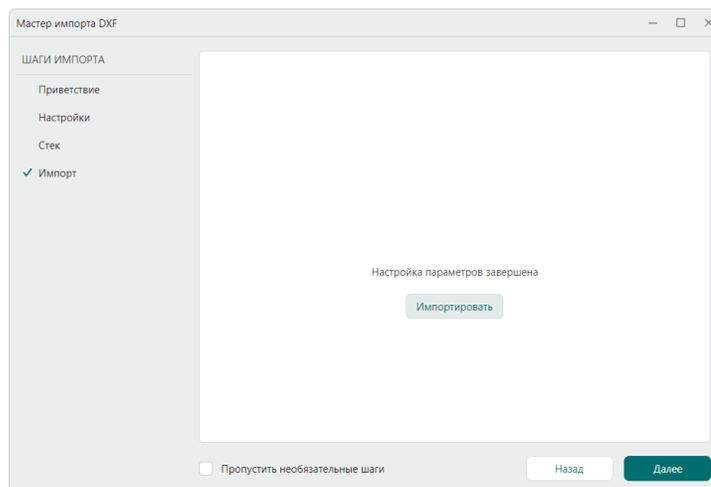

Рис. 83 Запуск импорта
7. Для запуска процесса импорта нажмите кнопку «Импортировать», см. Рис. 83.